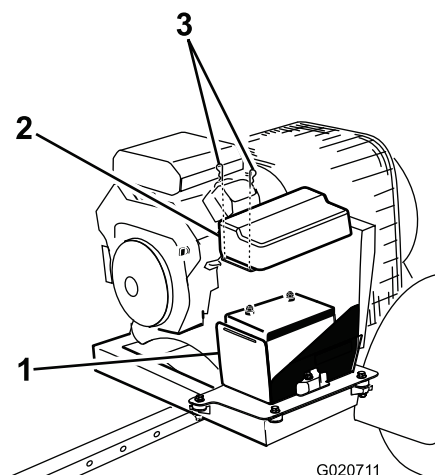

図 4
1. バッテリーボックスにバッテリーカバーを固定しているクリップを外し、ボックスからカバーを取り外す (図 4)。